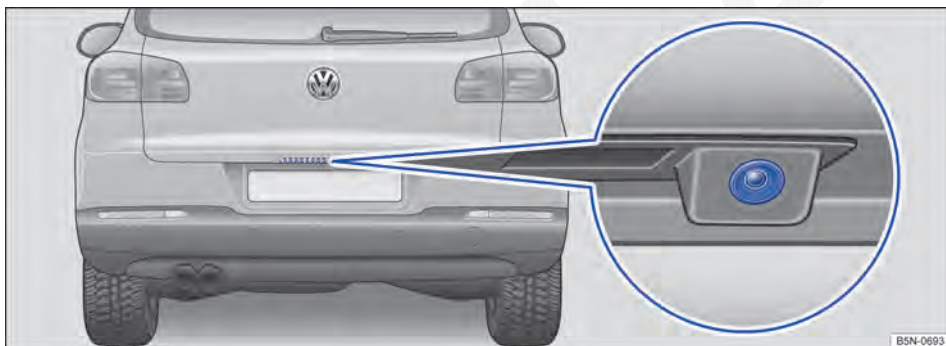

Fig. 160 Na traseira do veículo: local de instalação da câmera de marcha a ré.
- ✓ Deve ser possível ver uma imagem confiável e clara, por exemplo, com as lentes da câmera limpas ⇒ Fig. 160.
A câmera de marcha a ré ⇒ Fig. 160 (lupa) somente fornece imagens bidimensionais. As reentrâncias, bem como os objetos salientes no solo ou as peças salientes de outros veículos, são difíceis de ser reconhecidas ou não podem ser reconhecidas devido à ausência de profundidade no display.
Manter a lente da câmera ⇒ Fig. 160 (lupa) limpa, sem neve e sem gelo: